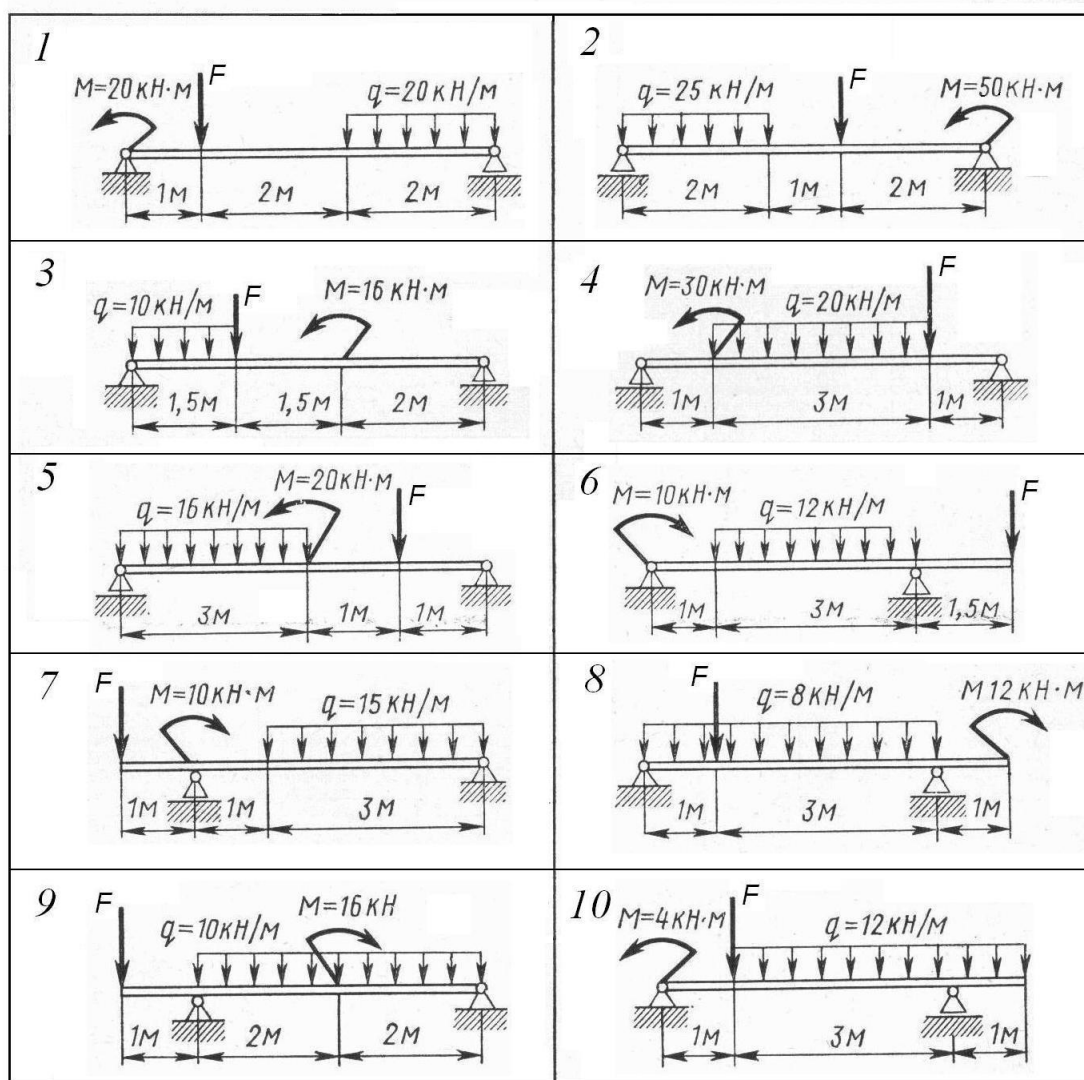

Рисунок 5
**Задача 2.** Определить реакции опор двухопорной балки (рисунок 5). Данные своего варианта взять из таблицы 2.